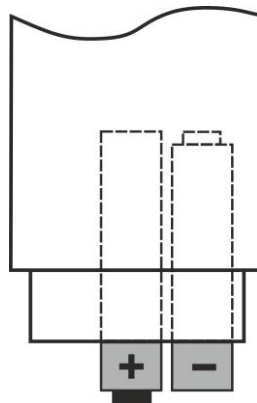

Fig. 8: Sustitución pilas
3. Inserte nuevas pilas del mismo tipo (ver el § 7.1) respetando las polaridades (ver la Fig. 8).